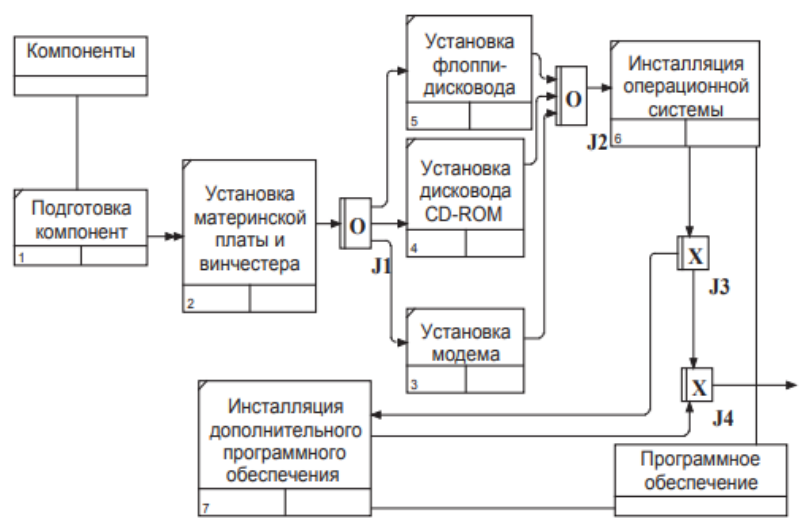

Рис.4. Результат выполнения лабораторной работы
- Правой кнопкой щелкните по перекрестку для разветвления (fan-out), выберите Name и внесите имя «Компоненты, требуемые в спецификации заказа». Создайте два перекрестка типа исключающего «ИЛИ» и свяжите работы, как показано на рис.4.